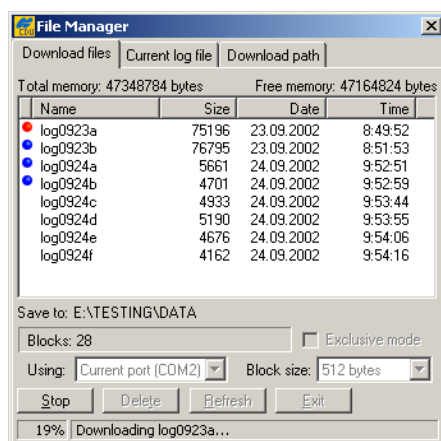

Figura 3-11. Descarga de Archivos – Indicadores de Estado
9. Haga clic en el botón **Descargar**. Durante la descarga, el indicador de estado se muestra junto a cada archivo (figura 3-11).